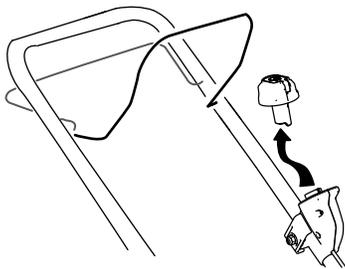

Bild 18
1. Entfernen Sie den Taster für Elektrostart (Bild 18).